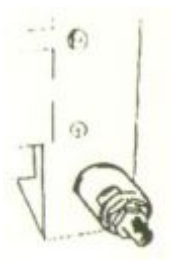

Рисунок 8
4.3.3 Перепускной клапан (см. рисунок 8) ограничивает давление в гидравлической системе (давление в системе  $13 + 0,65$  МПа) и обеспечивает правильную работу станда.